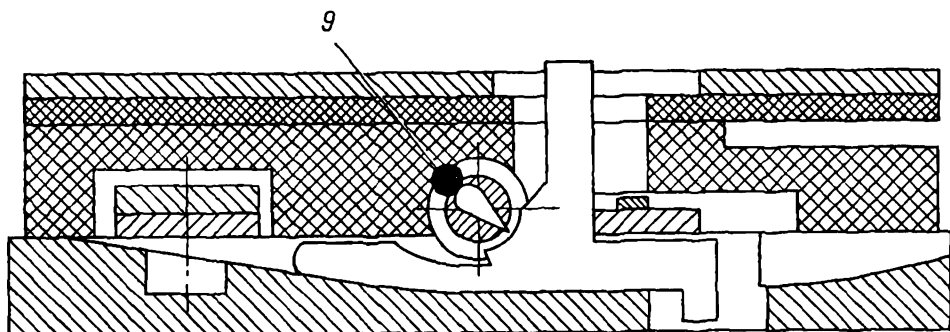
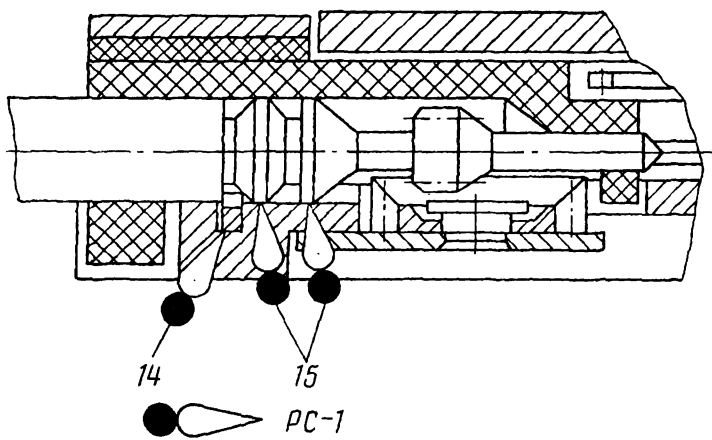
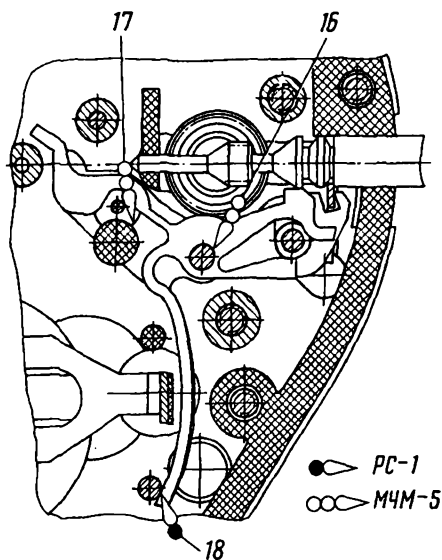

Рис. 76
Рис. 78
Рис. 80
- Смазать: паз платины под пластину (рис. 78, поз. 14); штифт платины, фиксирующий пружинящие консоли рычагов (рис. 80, поз. 18); посадочные колонки под рычаги (рис. 79, поз. 16; рис. 80, поз. 16–17).
- Смазать (рис. 76, поз. 9; рис. 78, поз. 15) и установить вал переводной.